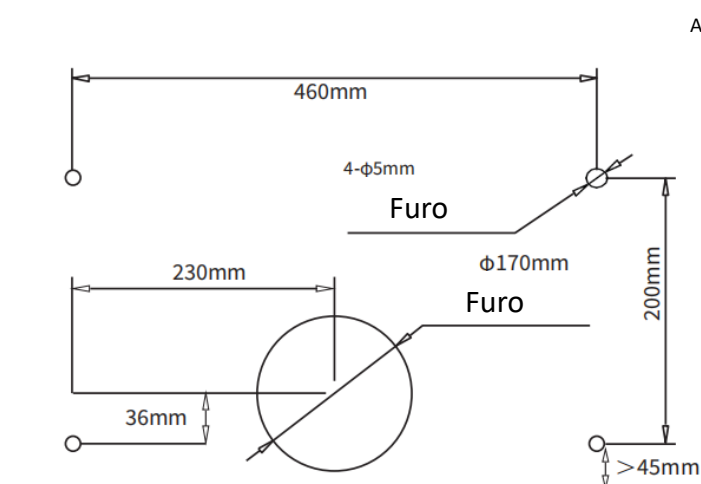
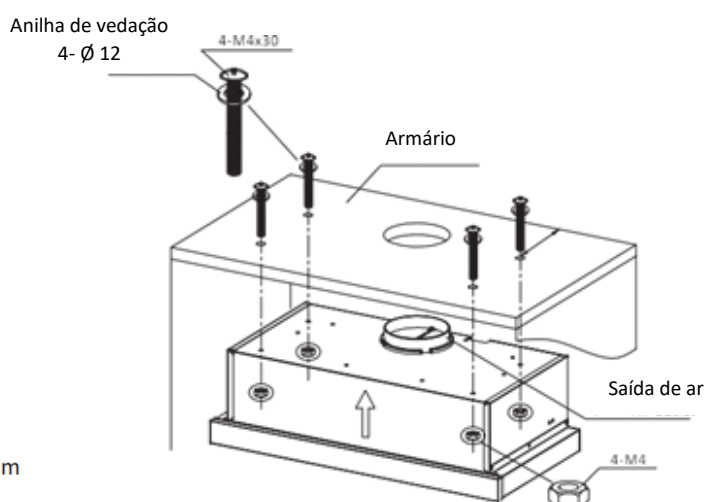

Figura 2
Figura 3
7. Faça 4 furos de Ø 5 mm e um furo de Ø 170 mm na parte inferior do armário suspenso, de acordo com a figura 2 e a figura 3.